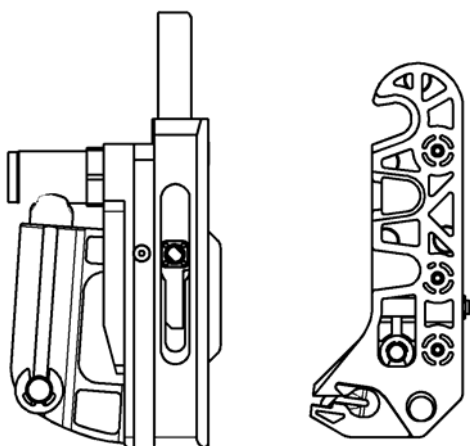

Abb. 21
- Abb. 20 , Abb. 20a und Abb. 21 -